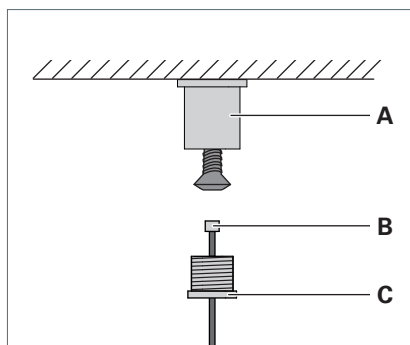

Fig. 10: Deckenbefestiger montieren.
- Schrauben Sie die Hülse **A** mit einer geeigneten Schraube an die Decke, siehe Fig. 10.